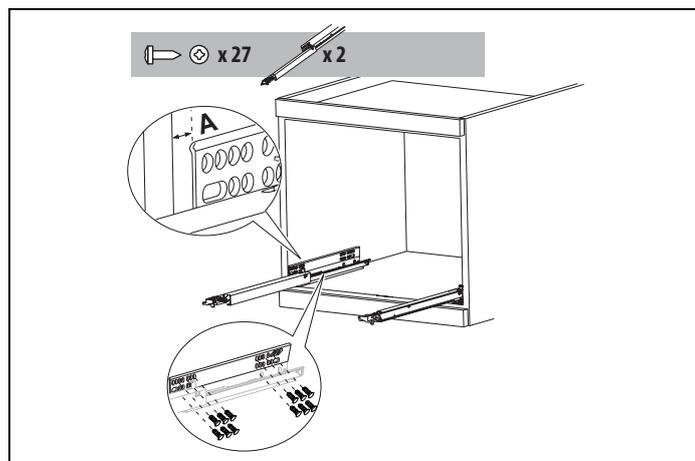

Fig. 4
- Positionnez les rails sur les côtés du meuble comme indiqué dans le Fig. 4 . Fixez avec les vis fournies, puis extrayez-les complètement.